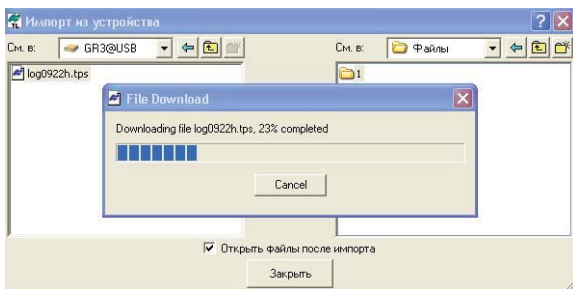

Рис. 5-5. Выбор файла и отображение процесса импорта
4. В правой части диалогового окна **Импорт из устройства** выберите или, при необходимости, создайте папку, предназначенную для размещения файлов (Рис. 5-5).
5. Для просмотра списка файлов нужного приемника выберите этот прибор двойным нажатием левой кнопки мыши по его значку или выбором пункта меню **Select (Выбор)** в выпадающем меню. Для импорта файлов из приемника в выбранную папку компьютера выделите их и нажмите на кнопку с двойной стрелкой (Рис. 5-5).
6. Процесс импорта файла будет отображаться следующим образом (Рис. 5-5).